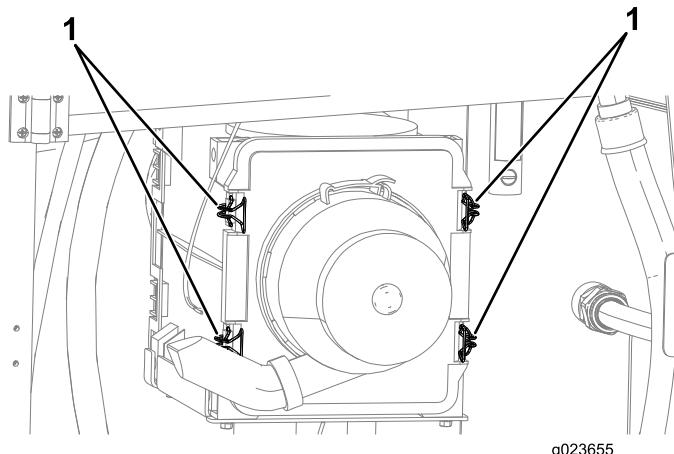

Figura 118
5. Tire hacia fuera de los 4 cierres de la tapa del limpiador de aire (Figura 118).
4. Empuje la tapa del limpiador de aire hacia dentro hasta que quede correctamente asentada, y sujetela con los cierres (Figura 118).